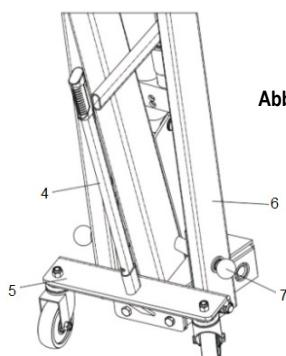

Abb. 8
4. Armeinstellung: Drücken Sie den Knopf, schieben und ziehen Sie den Verlängerungsstiel des Hakens bis zur gewünschten Länge (Abb. 8).